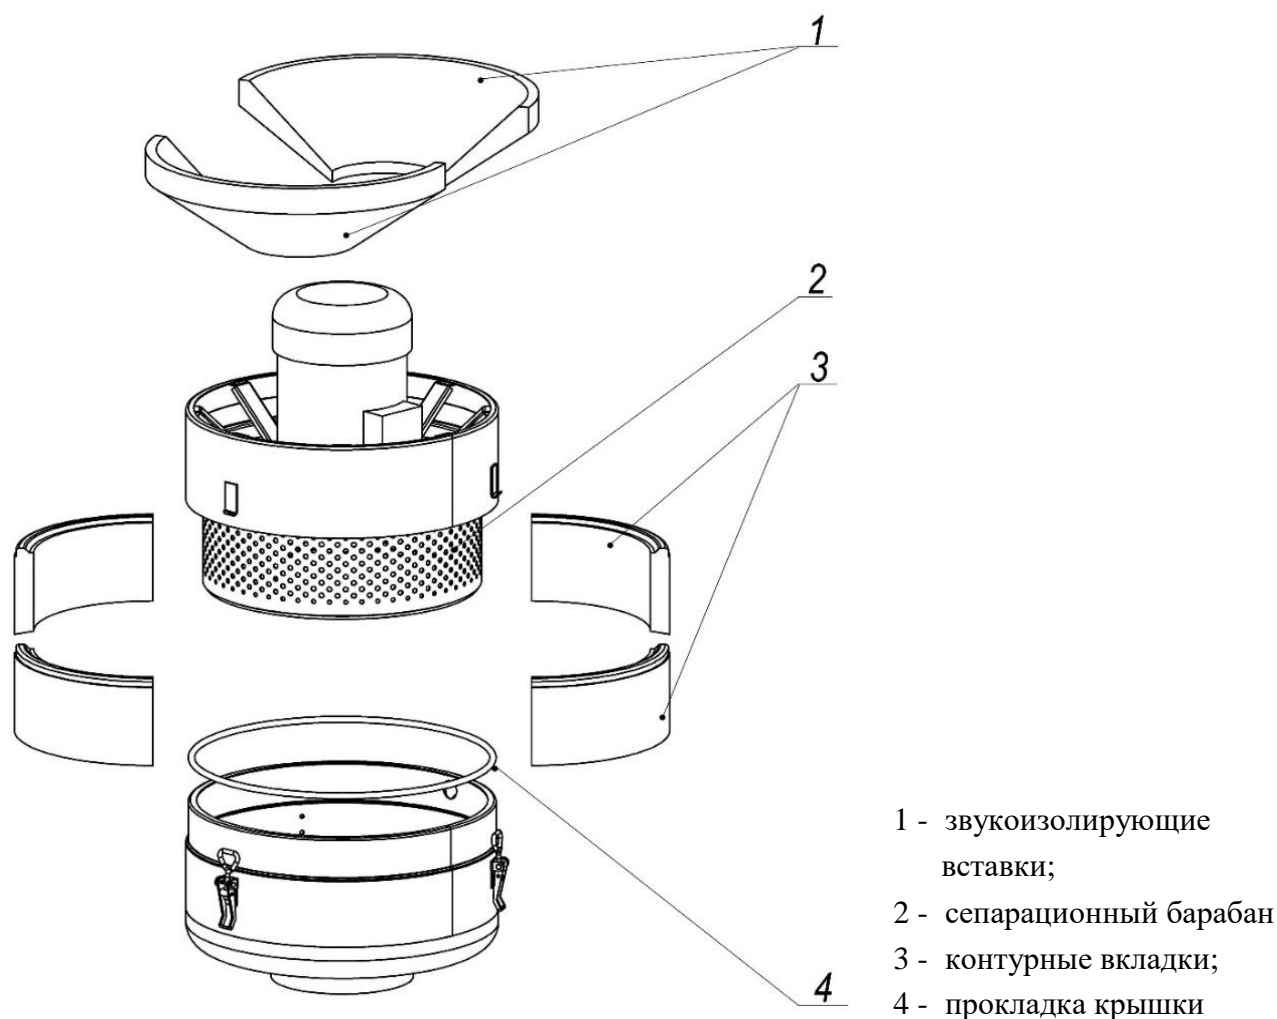

Рисунок 3
2) достать старое уплотнение крышки (рисунок 3, поз.4), очистить контактные поверхности;